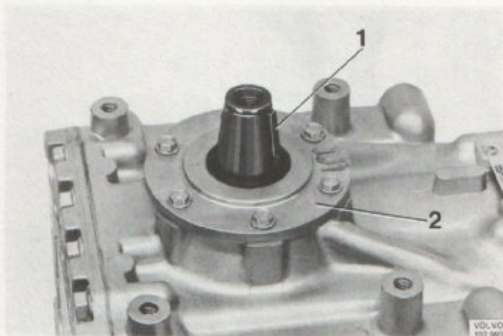

Bild 49. Demontering av gavelbricka
2. Ta bort kilen (1 bild 49) från kompressoraxeln samt skruva loss gavelbrickan (2).